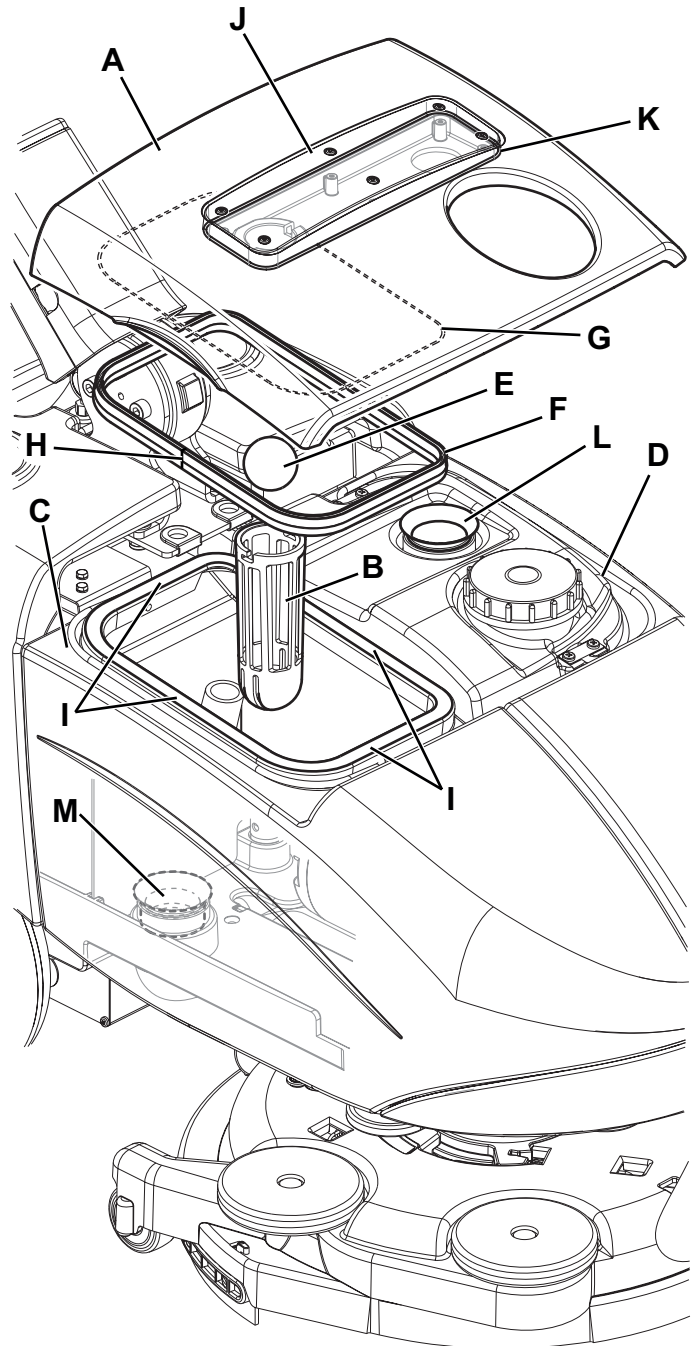

Abbildung 7
2. Sicherstellen, dass sich der Wählknopf (31) in der Position „0“ befindet, den Steckverbinder der Batterie (7) trennen.
3. Deckel (A, Abb. 7) anheben und Deckel sowie Ansauggitter (B) mit Frischwasser reinigen und spülen.
5. Sofern erforderlich, Gitter (B) ausbauen und Schwimmer (E) entnehmen. Sorgfältig reinigen und wieder einbauen.
6. Überprüfen, ob die Dichtung (F) des Schmutzwassertankdeckels unversehrt ist.
3. Abdeckung (A, Abb. 7) öffnen und überprüfen, ob die Dichtung (L) des Ansauganlagenmotors unversehrt ist. Falls erforderlich, Dichtung aus ihrem Sitz herausnehmen und austauschen.
4. Den Schmutzwassertank (C) ausbauen.
5. Die Unversehrtheit der Deckeldichtung (M) des Schmutzwassertanks prüfen. Falls erforderlich austauschen.